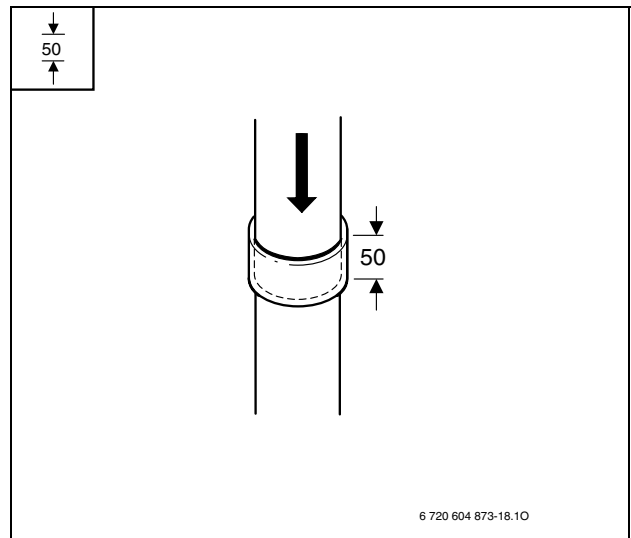

Fig. 2
- ▶ Inserire gli accessori per scarico fumi fino al bloccaggio (in questo caso: 50 mm profondità di inserimento) (Fig. 2)